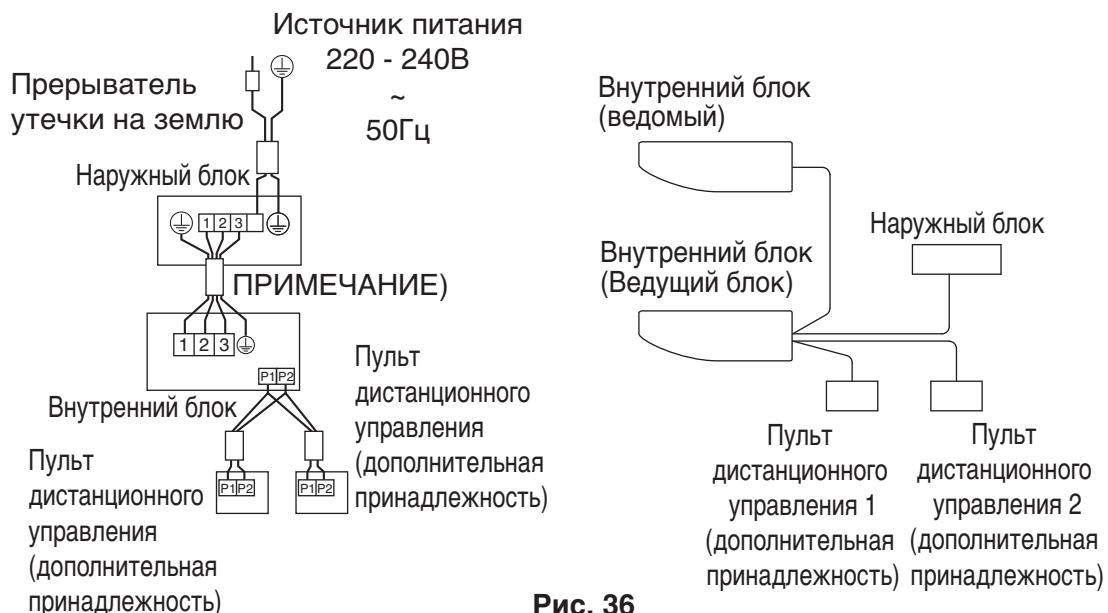

Рис. 36
- **Управление с помощью 2 удаленных контроллеров:** 2 удаленных контроллера управляют 1 внутренним блоком. (См. рис. 36)